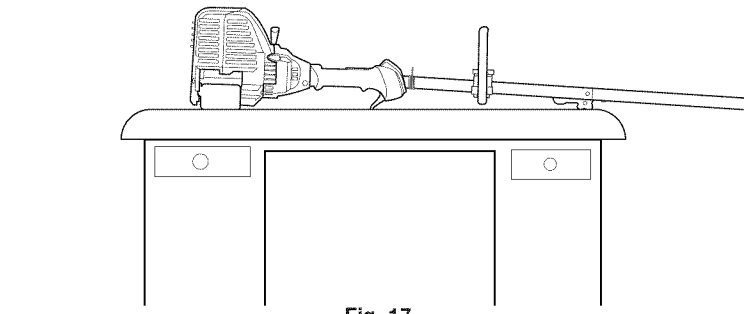

Fig. 17
2. **Coloque la unidad en una superficie plana**, como un banco de trabajo o una mesa. El protector del cabezal de corte debe colgar sobre el borde para que el motor esté nivelado (Fig. 17).